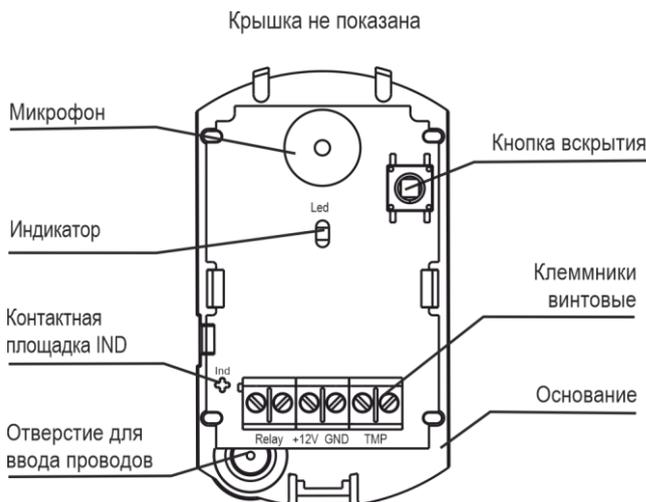

Рисунок 3
5.1 Конструктивно извещатель выполнен в виде блока, состоящего из основания и съемной крышки. Внутри блока смонтирована печатная плата с расположенными на ней радиоэлементами и клеммниками винтовыми для внешних подключений (рисунок 3).